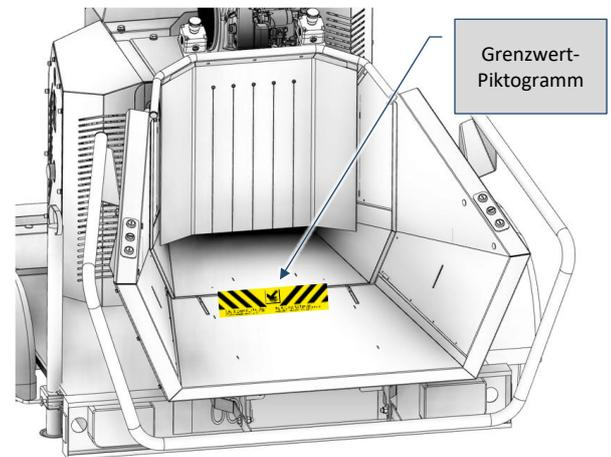

Abb. 8-2 – Ladeöffnung des Ladebehälters
- Überschreiten Sie nicht die am Ladebehälter durch das entsprechende Piktogramm angegebene Grenze (Abb. 8-2).
Entfernen Sie das überschüssige Material aus der Ladeinheit, das den Stau verursacht hat.	Während dieser Tätigkeit dürfen Sie die Grenze, die durch das entsprechende Piktogramm an der Ladeinheit angezeigt wird, nicht mit den Händen überschreiten (Abb. 8-2).